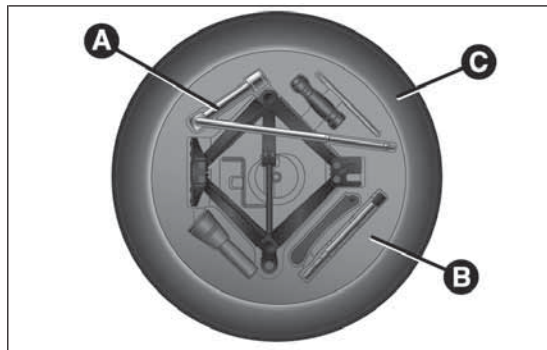

fig. 156
- ☐ utilizando la llave A fig. 156 situada en la caja de herramientas, aflojar el dispositivo de bloqueo, tomar la caja de herramientas B y colocarla al lado de la rueda que debe cambiarse. A continuación, tomar la rueda de repuesto C;